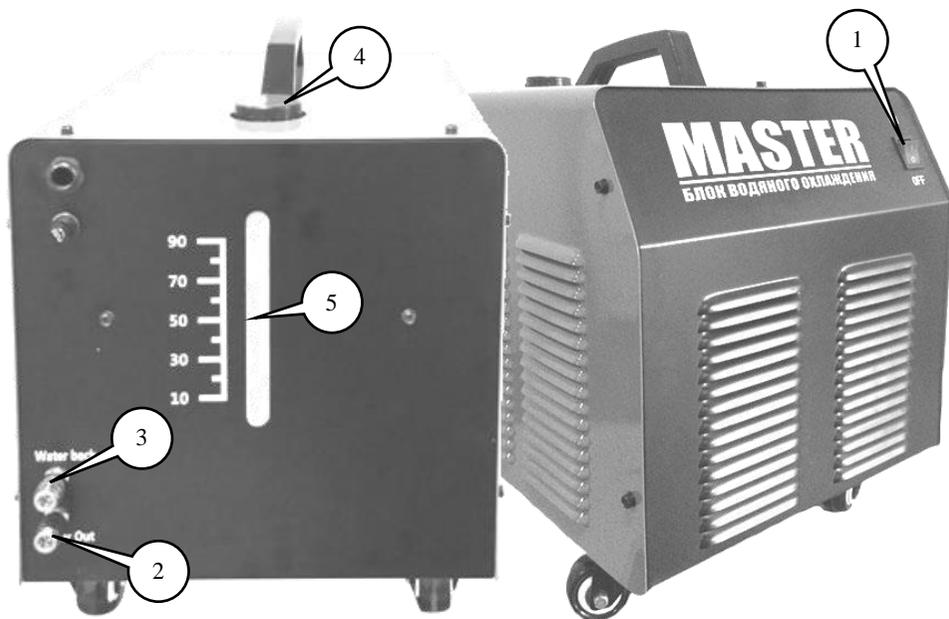

Рис.1. Органы управления аппарата.
- Подключить шланги водяного охлаждения сварочной горелки к штуцерам 2 и 3 (Рис. 1).